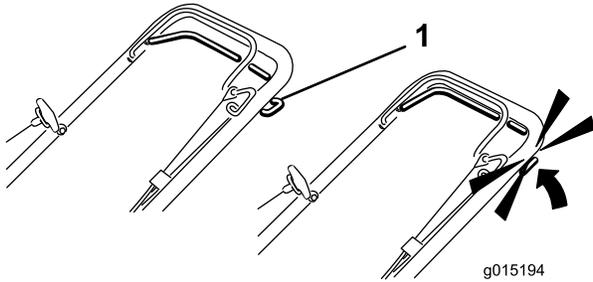

Figura 24
1. Para activar la transmisión autopropulsada, apriete la barra de control de transmisión autopropulsada contra el manillar y manténgala allí (Figura 24).